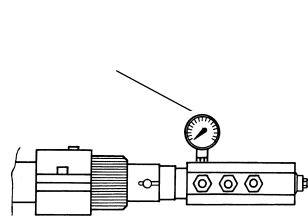

Fig. 3
- Cambiar el filtro cuando  $\Delta p$  entre las tomas de presión 1 y 3 sea  $> 10$  mbar (Fig. 3).
- Cambiar el filtro cuando  $\Delta p$  entre las tomas de presión 1 y 3 (Fig. 3) sea dos veces mayor que el valor registrado durante el último control.